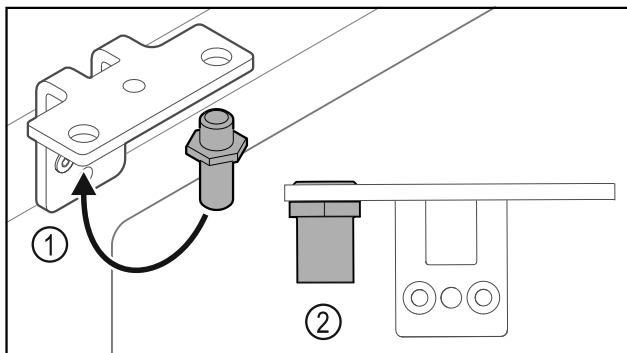

Fig. 27
- ▶ Flytta bulten Fig. 27 (1) i gångjärnsfästet.
- ▶ Dra åt bulten Fig. 27 (2) med ett **vridmoment på 12 Nm**.